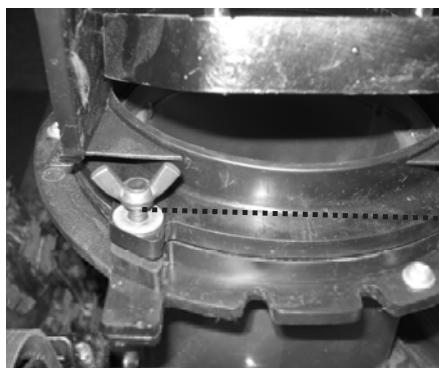

Fig.5
3. Allignez les trous de la chute et du cadre, et fixez les boulons papillons et la rondelle plate. (Fig. 5)